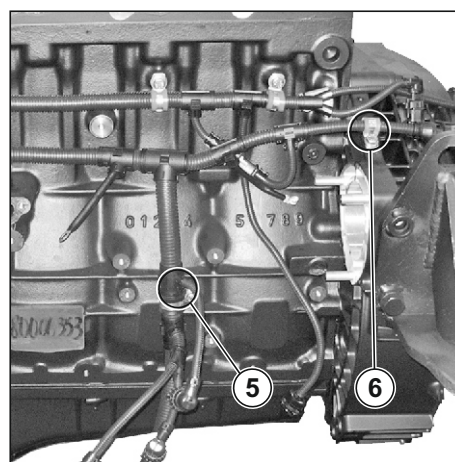

Рис. 130. Установка жгута промежуточного.
11. Закрепить жгут в точке (5) (см. Рис. 130), установив клеммер между тройником ответвления на датчик уровня воды в топливе и тройником ответвления на реле подогрева фильтров топливных.
12. Закрепить жгут в точке (6) (см. Рис. 130), установив клеммер.